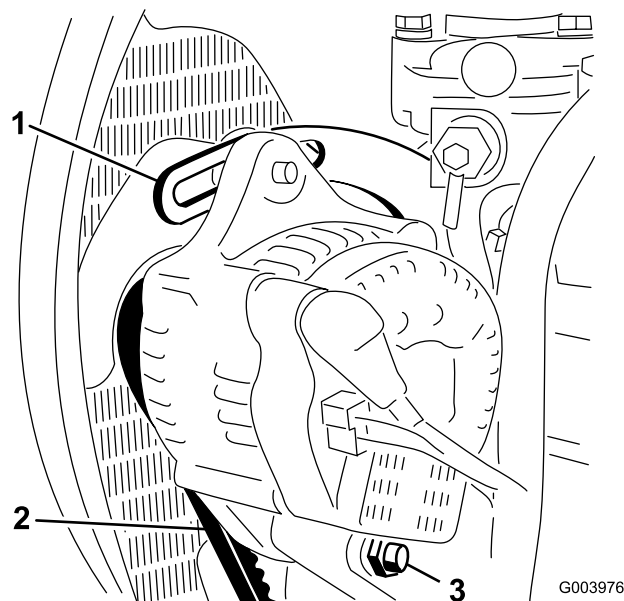

図 77
2. オルタネータ側プーリとクランクシャフト側プーリ間の中央部でオルタネータベルト(図 77)を指で10 kg程度の力で押してベルトの張りを点検する。
3. ブレースをエンジンに固定しているボルト(図 77)と、オルタネータをブレースとピボットボルトに固定しているボルトをゆるめる。